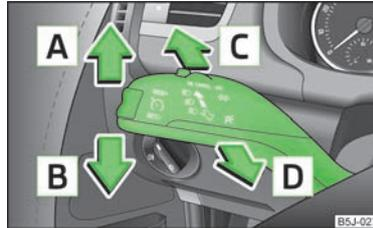

Abb. 24
- Den Blinkerhebel » Abb. 24 nach oben bzw. nach unten drücken - das Standlicht auf der rechten bzw. linken Fahrzeugseite wird eingeschaltet.
- › Den Hebel nach oben **A** bzw. nach unten **B** drücken » Abb. 24.